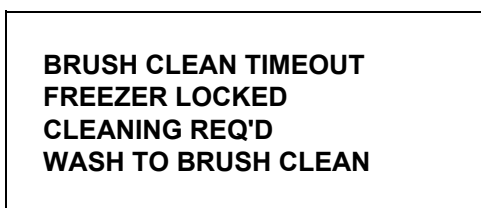

Рисунок 178
1. Истек срок таймера очистки щеткой (максимальное значение - 14 дней). (См. рис. 178)